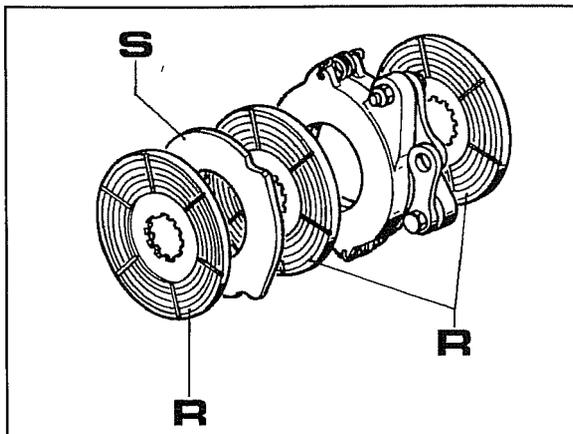

Fig. 22
- La fig.22 representa la masa frenante completa que encontraremos en la máquina hasta el número de chasis C467493.